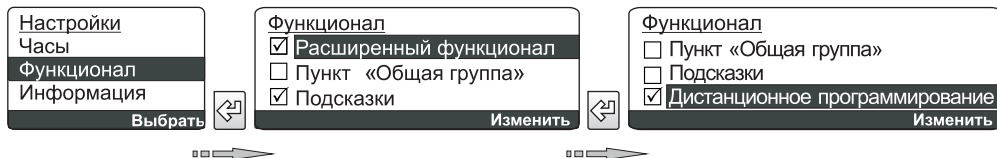

Рис. 48 – Включение функции анализатора сети в центральном пульте
- включить пункт меню «Дистанционное программирование» (рис. 48).